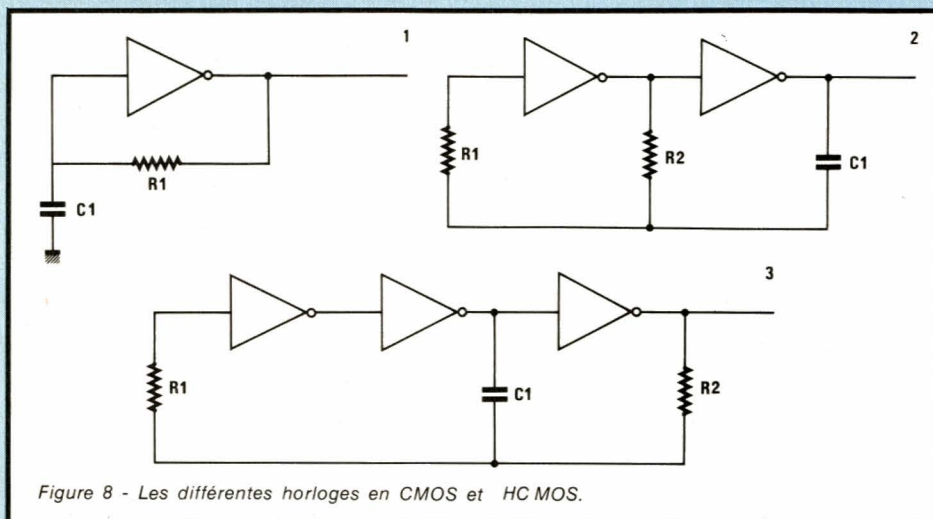

Figure 8 - Les différentes horloges en CMOS et HCMOS.
Le schéma de la figure 8 nous montre trois types d'oscillateurs bâtis autour de portes CMOS.
• Les oscillogrammes 1 à 9 montrent les résultats obtenus avec l'oscillateur de la figure 8 (3) pour différentes valeurs de la capacité.